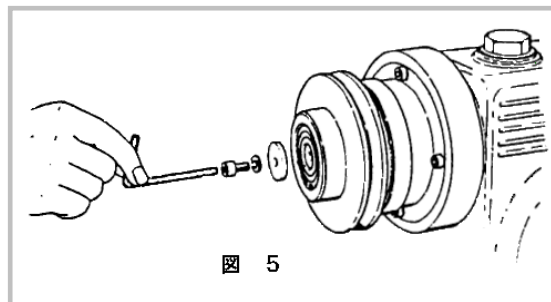

図 5
- 2) 六角穴付ボルト・ をゆるめ、軸押え板⑥を外します。(図5)